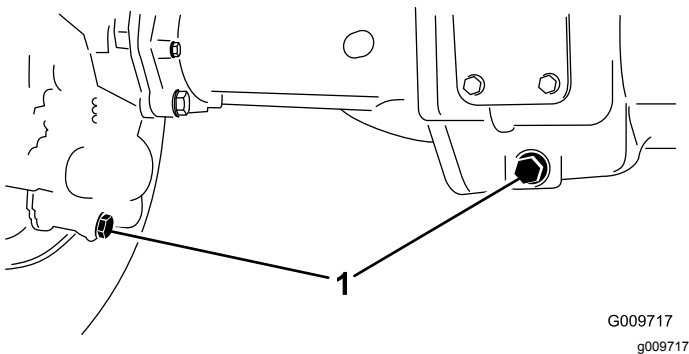

Figure 47
2. Nettoyez la surface autour des 3 bouchons de vidange, 1 à chaque extrémité et 1 au centre (Figure 47).